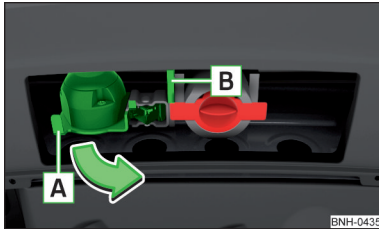

Abb. 114
- › Die 13-polige Steckdose am Griff **[A]** fassen und in Pfeilrichtung ausschwenken » Abb. 114.
- › Das Abreißseil des Anhängers aus der Sicherungsöse **[B]** » Abb. 114 aushängen.
- › Die 13-polige Steckdose am Griff **[A]** fassen und entgegen der Pfeilrichtung einschwenken » Abb. 114.